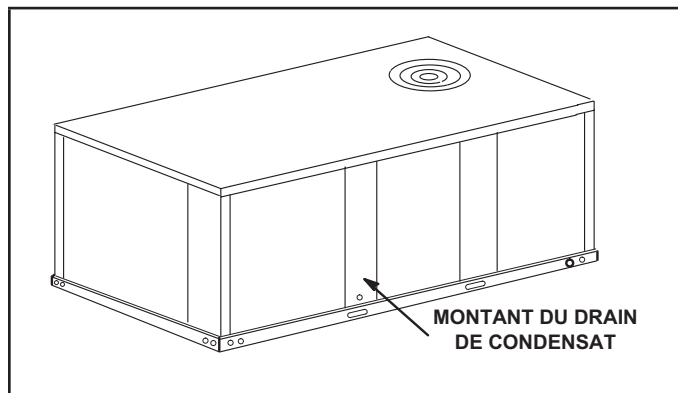

FIGURE 7
- 1 - Retirer le meneau d'évacuation du condensat. Voir la FIGURE 7. Retirer les deux panneaux de chaque côté du meneau.
- 1 - Retirer le meneau de drainage du condensat. Voir la FIGURE 7.